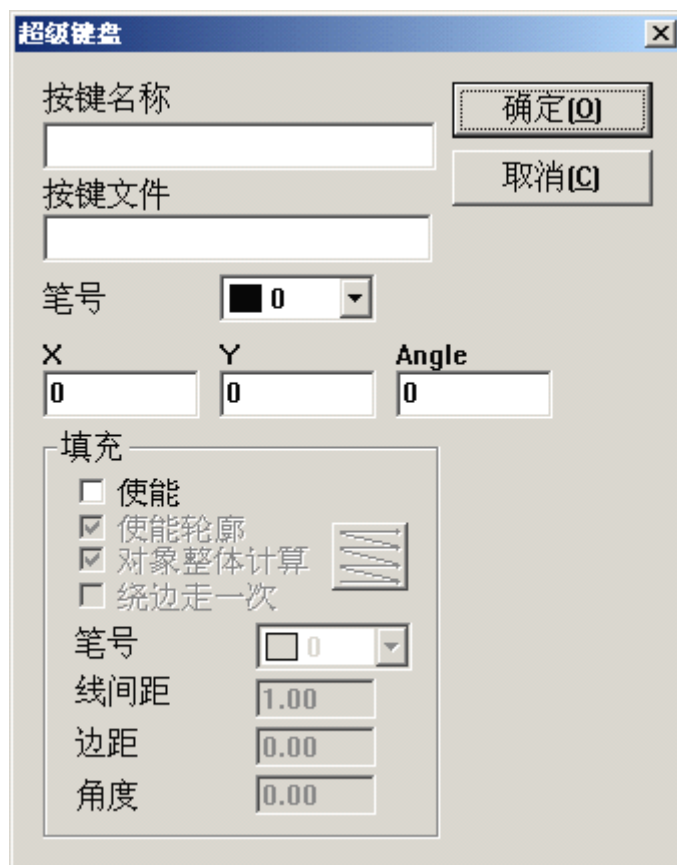

图 8-21
3. 点击按键列表下面的  按钮，然后系统弹出如下图 8-21 对话框：